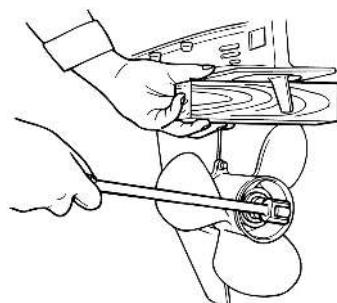

Рис. 61 Фиксация гребного винта с помощью деревянного бруска
- Поместите деревянный брускок между винтом и антикавитационной пластиной чтобы предотвратить вращение гребного винта (Рис. 61).
- Чтобы предотвратить вращение гребного винта поместите деревянный брускок между винтом и антикавитационной пластиной (Рис. 61) и затяните гайку гребного винта.